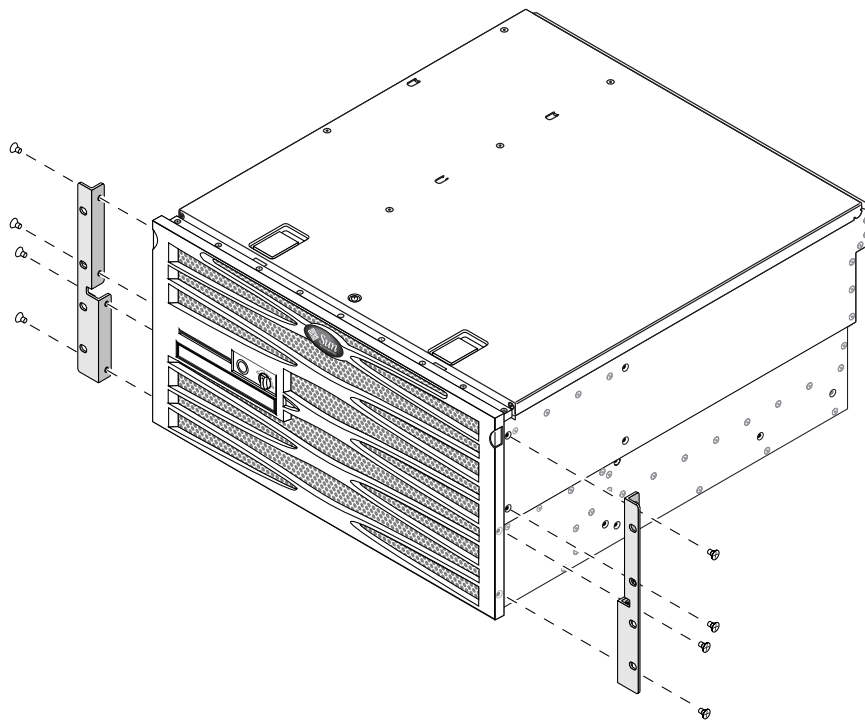

FIGURA 3-2 Fissaggio delle staffe di montaggio al server
2. Utilizzando otto delle viti a testa piatta Phillips M5 x 8 mm (quattro per ciascuna staffa), fissare le staffe anteriori ai lati del server (FIGURA 3-2).